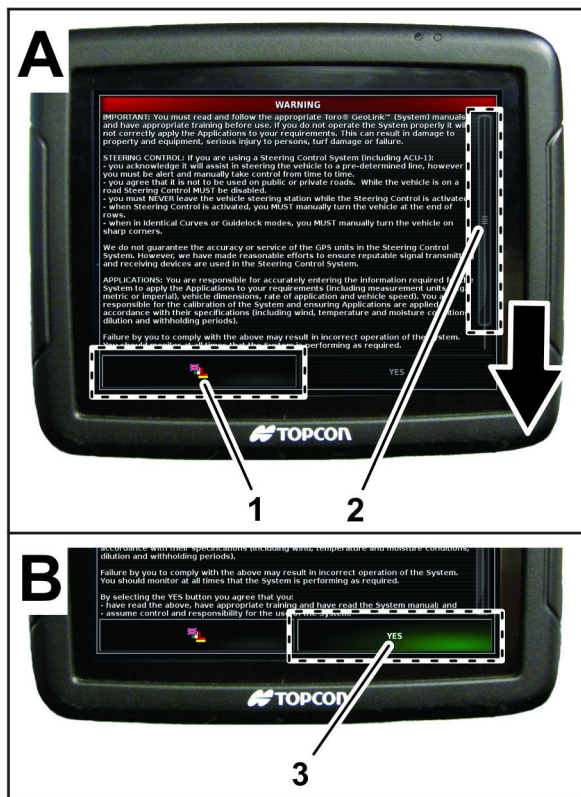

図 15
1. 必要に応じ、言語アイコンを押して X25 の表示言語を変更する 図 15。
3. EULA を読む 図 15。
スクロールバーを使って画面の一番下まで移動する。はいアイコンが緑色に変化する 図 15。
4. はいアイコンを押すとホーム画面に移動する 図 15。